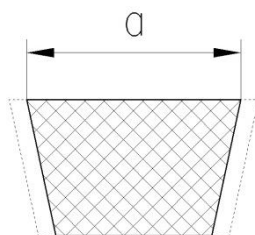

Рис. 22
3. Внимательно осмотрите ремень. Проверьте его на отсутствие механических повреждений. Измерьте ширину ремня a (Рис. 22). Максимально допустимой степенью износа является уменьшение данного параметра до **30,5** мм. В случае необходимости замените ремень.